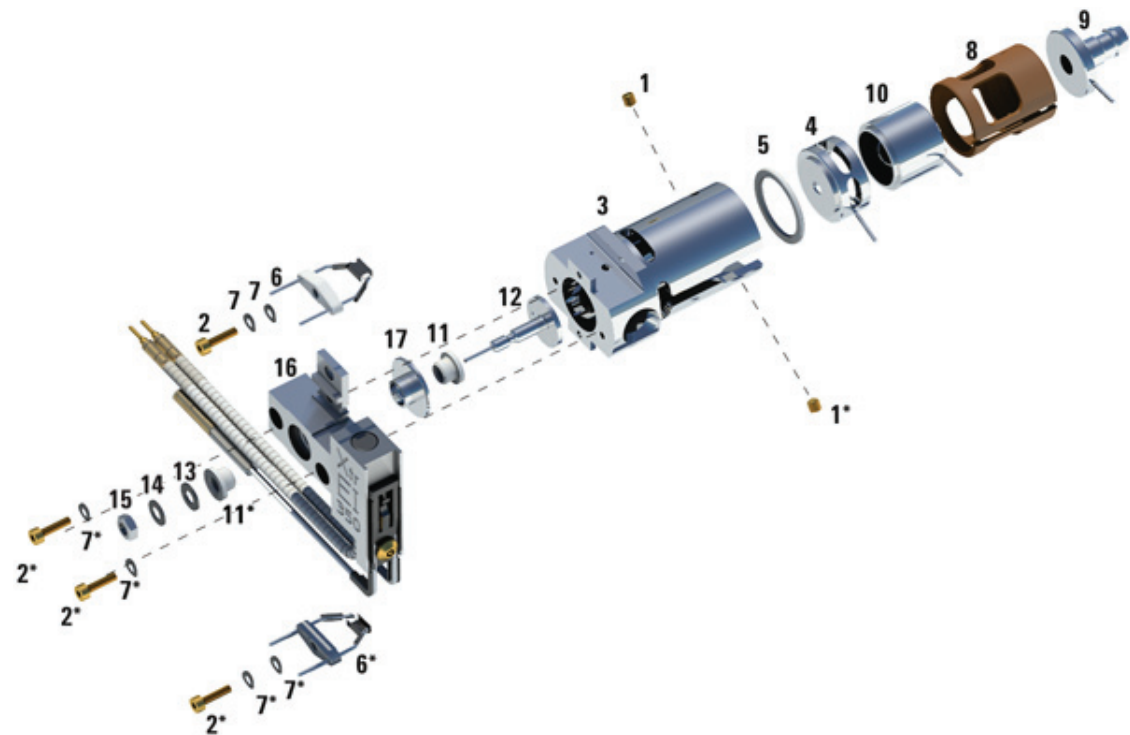

Figura 66. Montando a fonte El Hydrolnert
Consulte a visão explodida das peças na **Figura 66** e a lista de peças El Hydrolnert na **Tabela 27** na página 204, enquanto estiver usando este procedimento.
- 3 Insira a lente de entrada e a lente de enfoque iônico no isolante conforme a ordem mostrada abaixo (**Figura 66** na página 204).
Tabela 27 Lista de peças para a fonte El Hydrolnert (Figura 66)
Tabela 27 Lista de peças para a fonte El Hydrolnert (Figura 66) (continuação)